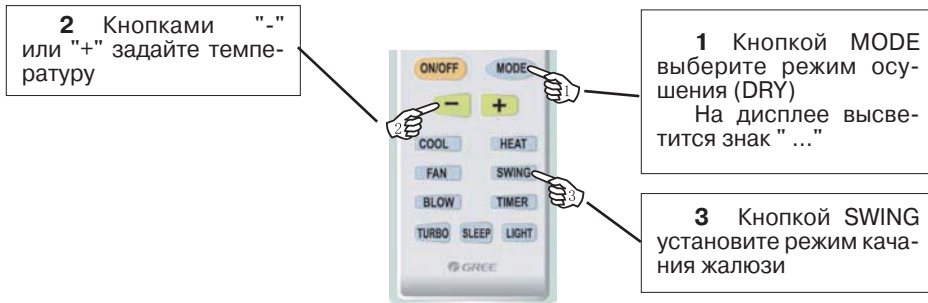

Рис.4.3
• Режим DRY- Осушение (Рис.4.3)